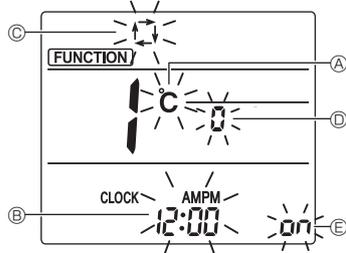

Fig. 5-8
L'écran Réglage de l'affichage s'affiche. (Fig. 5-8)
#### 5.9.2. Changement de l'unité de température (Fig. 5-8 (A))
- Appuyez sur la touche **TEMP** ⑤.
#### 5.9.3. Changement de l'affichage de l'heure (Fig. 5-8 (B))
- Appuyez sur la touche **TIME** ⑥.
#### 5.9.4. Changement du mode AUTO (Fig. 5-8 (C))
- Appuyez sur la touche **MODE** ⑦.
#### 5.9.5. Changement du n° de paire (Fig. 5-8 (D))
- Appuyez sur la touche **UP** ④.